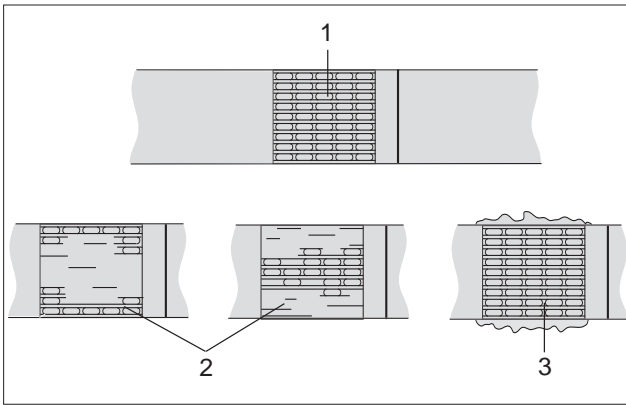

Fig. 9
- Verschluss regelmässig auf sein Aussehen überprüfen (siehe Fig. 9). Bei schlecht geschweissten Bändern: **Einstellung der Schweisszeit überprüfen (siehe Kapitel 5.8).**
- Check appearance of seal (see fig. 9) regularly. If the straps are poorly welded, **check the welding time setting (refer to chapter 5.8).**
- Sammensvejsningen skal regelmæssigt kontrolleres (se fig. 9). Hvis sammensvejsningen ikke er udført korrekt, **kontrolleres indstillingen af svejsetiden (se afsnit 5.8).**